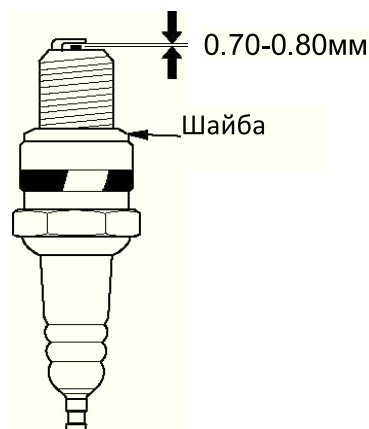

Рис.17
4. Измерьте зазор между электродами свечи специальным щупом. Зазор должен быть 0,6-0,65 мм. (Рис.17) При увеличении или уменьшении требуемого зазора рекомендуется заменить свечу, так как регулировка зазора может привести к изменению качества искрообразования.